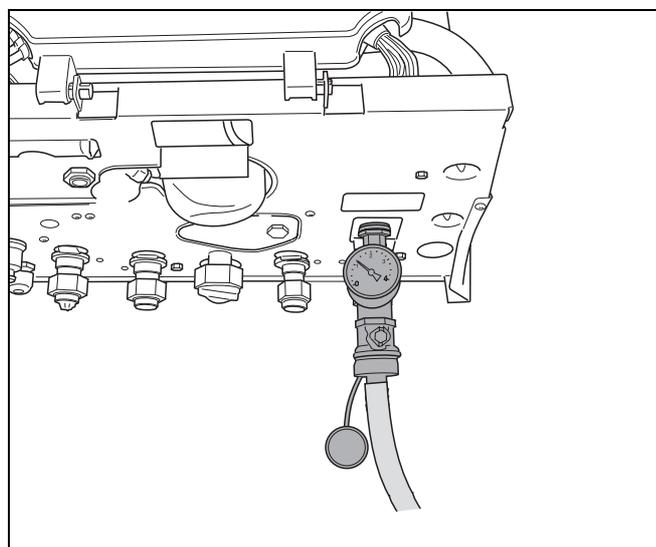

Fig. 26 Riempimento di un apparecchio single
- Collegare il tubo flessibile al rubinetto di carico dell'apparecchio (fig. 26).